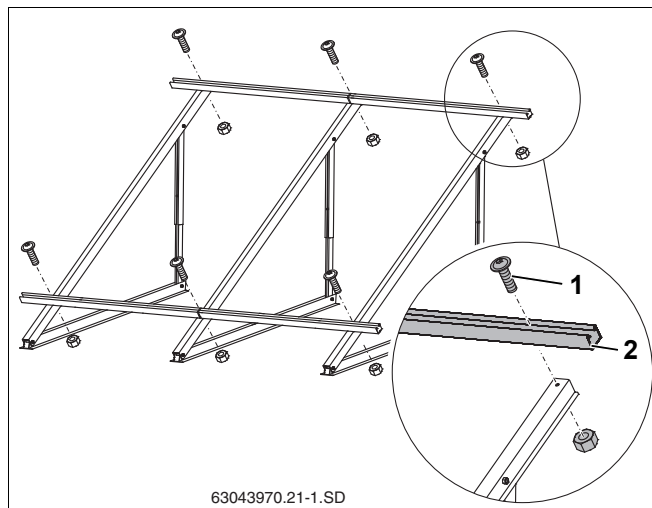

Рис. 34 Монтаж профильных реек (здесь: для 2 вертикальных коллекторов)
- ▶ Предварительно собранные профильные рейки (рис. 34, **поз. 2**) слегка закрепите винтами M8x20 (рис. 34, **поз. 1**) так, чтобы можно было их выровнять.